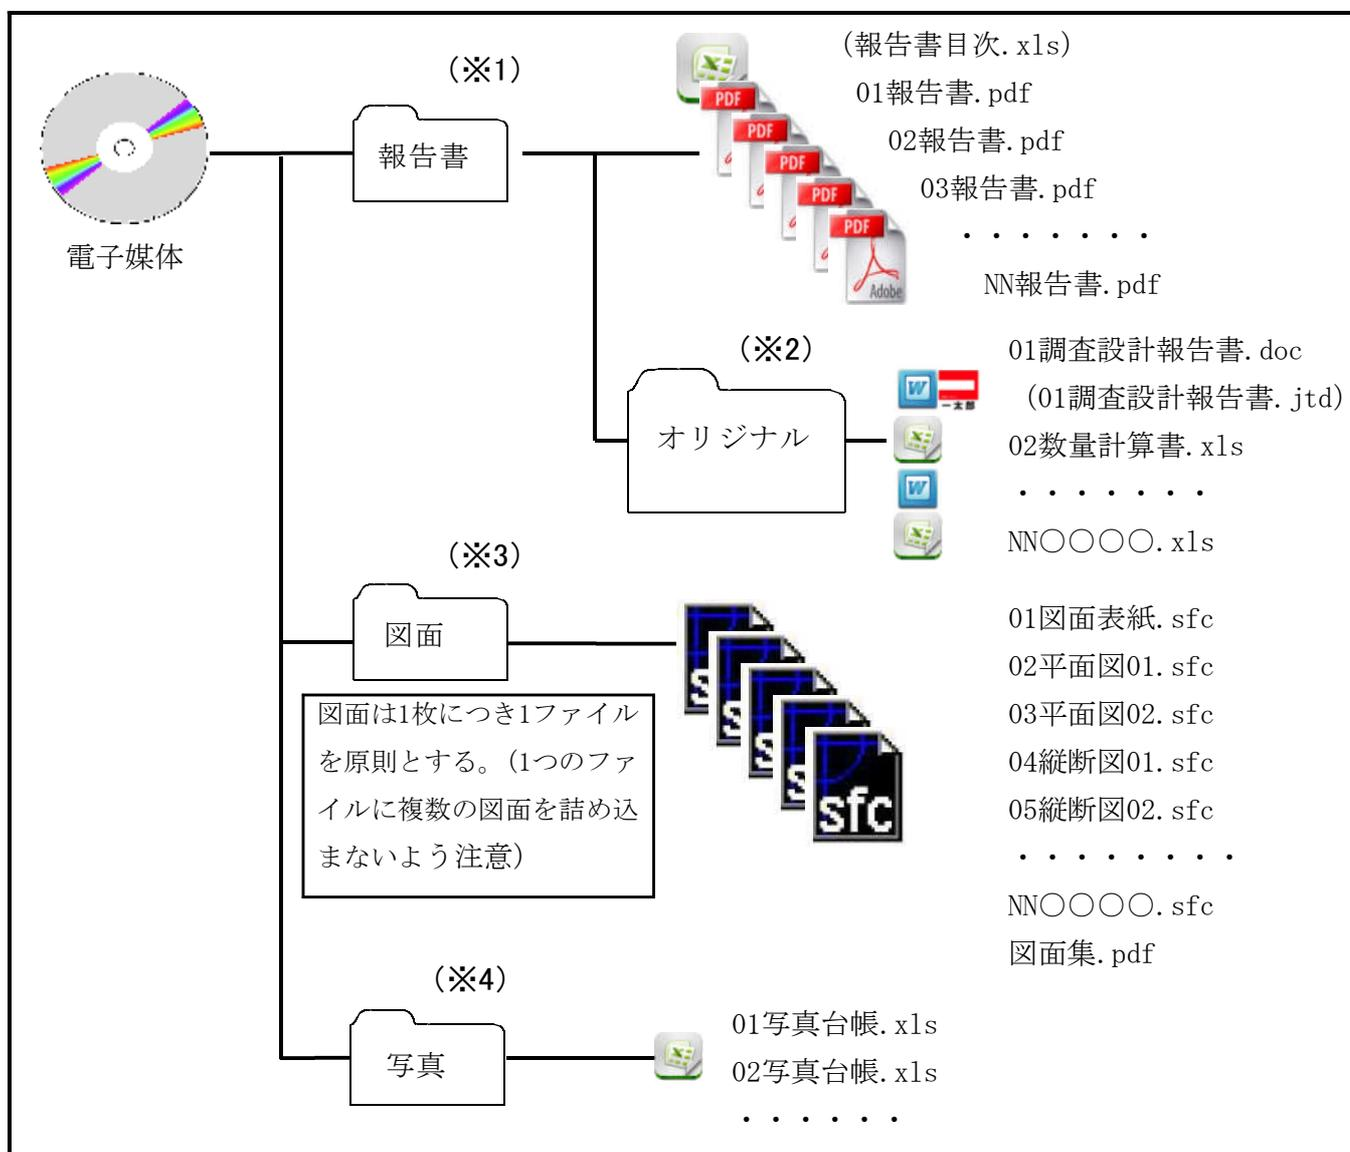

図2.1 電子納品対象資料と格納場所
(1) 報告書目次ファイル
- ① 報告書目次ファイルの作成は、報告書ファイルが一つのファイルのみであるときは省略できることとするが、報告書ファイルが複数に及ぶ場合は、表2.1によりこれを作成するものとする。
- ② 目次ファイルは図2.1を参考にExcelで作成し、ファイル名は「報告書目次」とする。